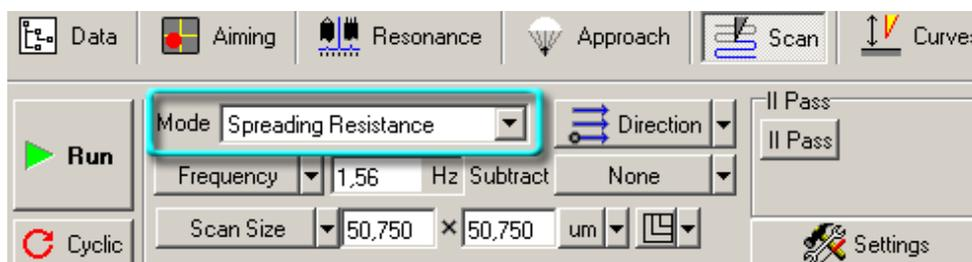

Рис. 8-24
- b. В списке **Mode** выберите метод **Spreading Resistance** (Рис. 8-24).